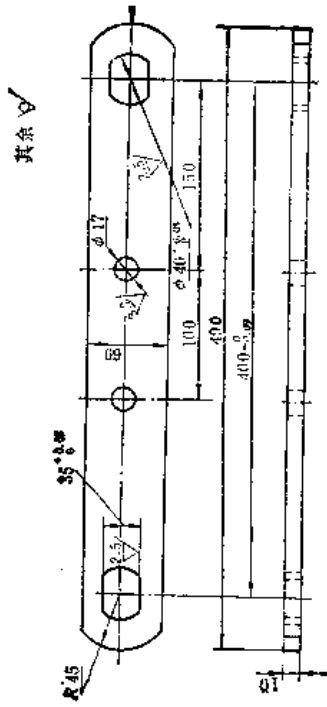
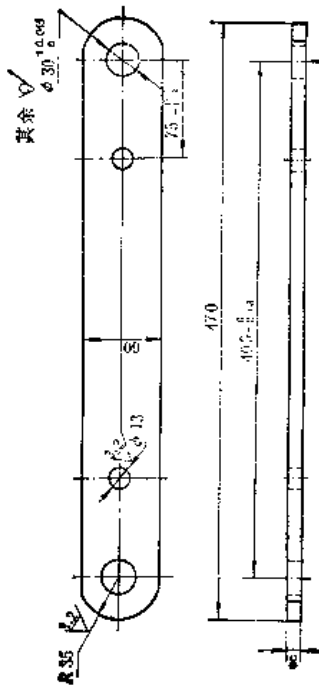
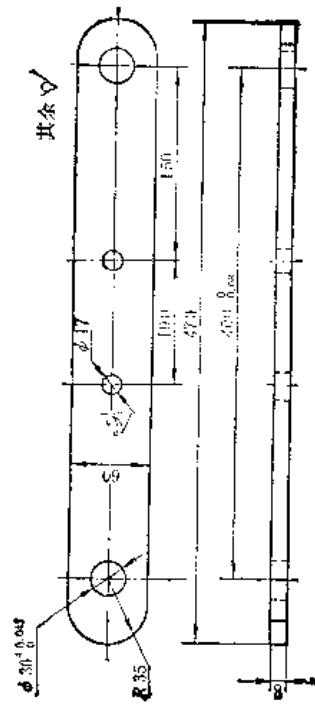

图8-2-12 中间隔板 (45钢)
图8-2-10 外隔板 (45钢)
图8-2-11 内隔板 (45钢)
④ 轴套的材料必须用15~20钢 (或用15Cr~20Cr) 渗碳淬火热处理后, 表面硬度达HRC35~40时, 方能正常使用。
⑤ 内、外圆表面粗糙度达不到 $R_a 2.0\mu\text{m}$ 时, 不能使用。
(4) 外、内链板 (图8-2-10和图8-2-11)
① 两 $\phi 30\text{mm}$ 圆孔中心距 $400_{-0.08}^0\text{mm}$ 尺寸中, 上偏差 $> +0.10\text{mm}$ , 下偏差 $< -0.15\text{mm}$ 且两孔中心不在中心线上时, 不能使用。
② 两 $\phi 17\text{mm}$ 圆孔中心距 $< 100\text{mm}$ , 与 $\phi 30\text{mm}$ 孔中心距不等于 $150\text{mm}$ 时, 即报废 ( $\phi 13\text{mm}$ 孔与 $\phi 30\text{mm}$ 孔中心距 $> 75_{-0.8}^0\text{mm}$ 、公差 $> \pm 0.10\text{mm}$ 时, 报废)。
(5) 中间链板见图8-2-12。  $35_{+0.05}^0\text{mm}$ 尺寸中, 超过公差 $+0.02\text{mm}$ 时即报废。其中
①  $35_{+0.05}^0\text{mm}$ 尺寸两平行面的平行度 $> 0.1\text{mm}$ 时, 报废。
② 在两个扁圆孔中心距 $400_{-0.08}^0\text{mm}$ 中  $35_{+0.05}^0\text{mm}$ 的两个相对平行面的直线度 $> 0.1\text{mm}$ 时, 也报废, 不能使用。